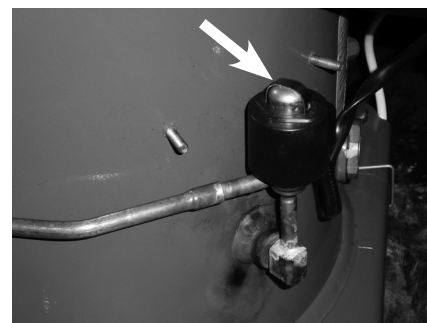

Fig. 3
- Remove the coil from the liquid injection valve (see fig.3 and 4).
- Enlever la bobine de la vanne d'injection liquide (voir fig. 3 et 4).
- Rimuovere la bobina dalla valvola per l'iniezione di liquido (vedi fig.3 e 4).
- Remove the cloths, replace the clip-on coil on the liquid injection valve (see fig. 3), and replace the protection part (see fig. 2).
- Retirer les chiffons et replacer la bobine en la clipsant sur la vanne d'injection liquide (voir fig. 3) et le bouclier de protection (voir fig. 2)
- Rimuovere lo straccio, sostituire la bobina clip-on sulla valvola (vedi fig. 3), e sostituire lo schermo di protezione (vedi fig. 2).